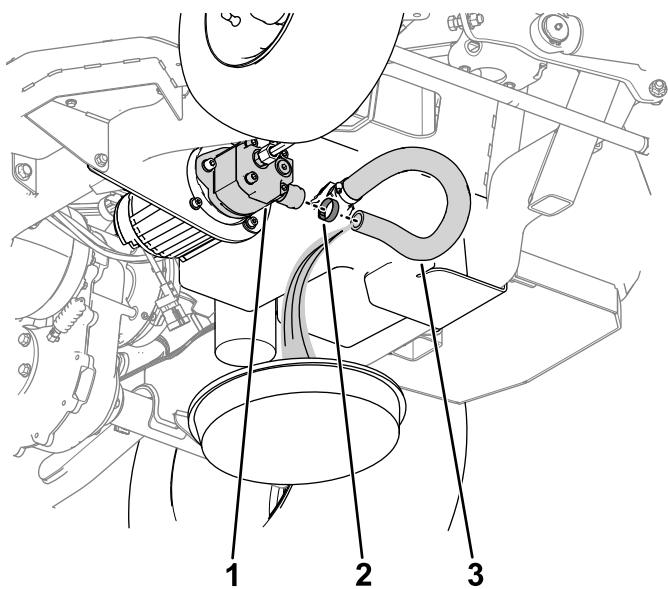

Figura 56
- A. Îndepărtați furtunul și clema pentru furtun de la pompă (Figura 56).
- B. Lăsați uleiul hidraulic să se scurgă din furtun în tava de scurgere (Figura 56).